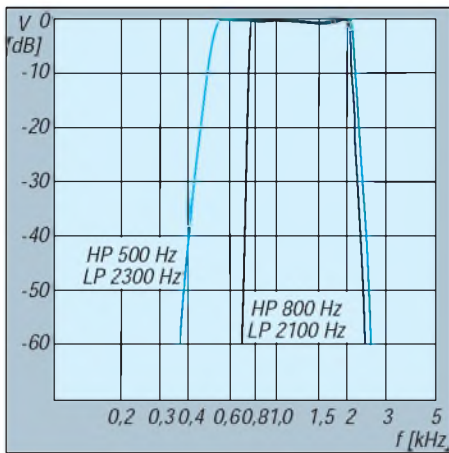

Bild 4: Messung der Funktion HP/LP (Darstellung von zwei Meßkurven, einmal bei HP 800 Hz, LP 2100 Hz, die zweite bei HP 500 Hz, LP 2300 Hz)
Die Selektionsmessungen erfolgten getrennt für HP/LP (SSB, Datenübertragung), BP (CW) und BP (Datenübertragung). Bild 4 zeigt zwei typische Filterkurven für die Funktion HP/LP. Die Meßwerte entsprachen sowohl den Erwartungen als auch den propagierten Daten. Die leichte Welligkeit im Durchlaßbereich liegt unter 1 dB und spielt in der Praxis keine Rolle.